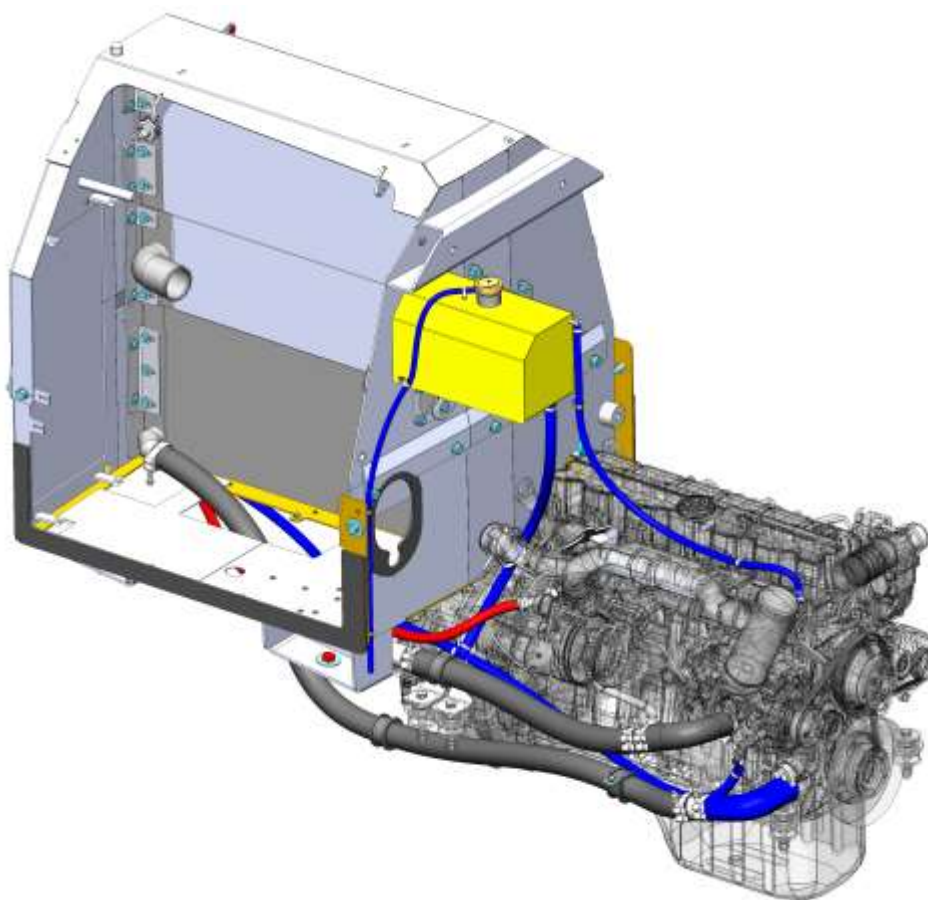

Рисунок 5.32. Система охлаждения двигателя – осмотр на предмет протечек
- Осмотреть блок радиаторов, трубопроводы, места подключения к блоку радиаторов, к двигателю, прокладку трубопроводов по машине на предмет наличие протечек и повреждений (см. рис. 5.32).